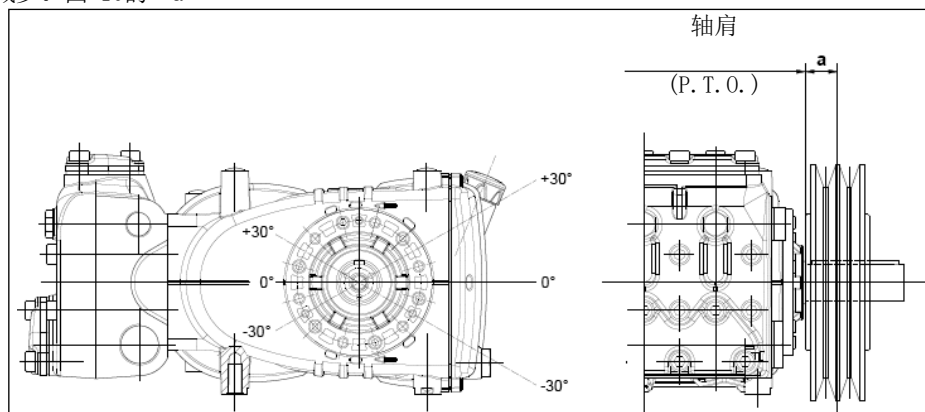

图 10
泵轴上的径向载荷不能超过4500 N（布局定义所必须的数值）。只有该载荷作用在距离轴肩（P. T. O.）的一段最大长度 $a=50 \text{ mm}$ 时，传动才被视为适当，见图10。
- b) 使用高效能皮带 - 例如XPB而不是SPB - 同样的功率传递, 使用的皮带数量会相对少, 继而相对轴肩 (P. T. O.) 的距离也会减少。图 10的“a”
- e) 按照图 10指出的方向张紧皮带, 其他需求请联系 **技术部** 或 **客户服务中心**。